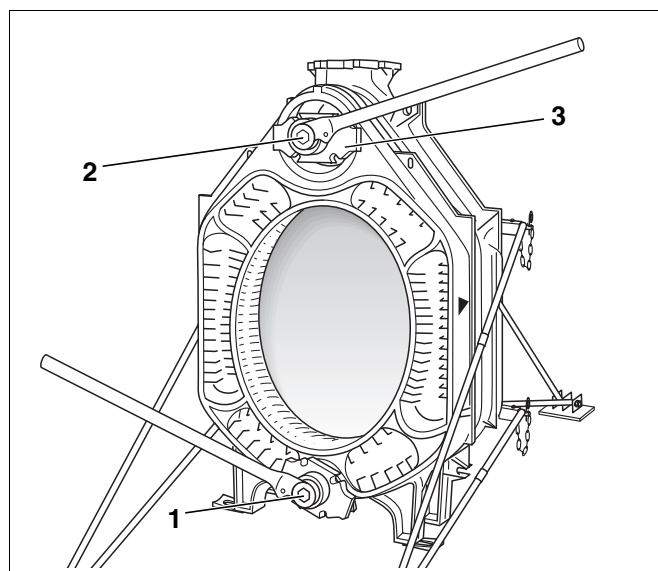

Fig. 16 Anvendelse af kedelsamleværktøjet
Anvend kedelsamleværktøj i størrelse 2.2 eller 2.3 (Fig. 1, Fig. 2 og Fig. 16, **pos. 1 og 2**).
- Skub trykflangen (Fig. 16, **pos. 3**) med spændemøtrik på spindlerne (Fig. 1 og Fig. 2, **pos. 4**).